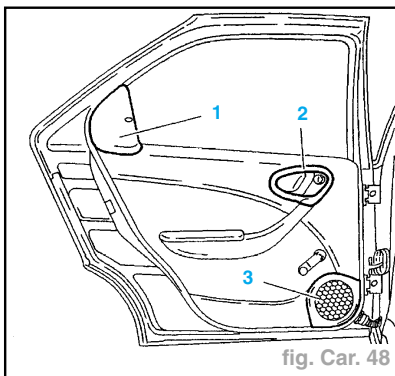

fig. Car. 48
- Déposer (fig. Car. 48) :
- l'enjoliveur intérieur de gousset (1),
- l'enjoliveur de commande intérieure (2),
- la grille haut-parleur (3).